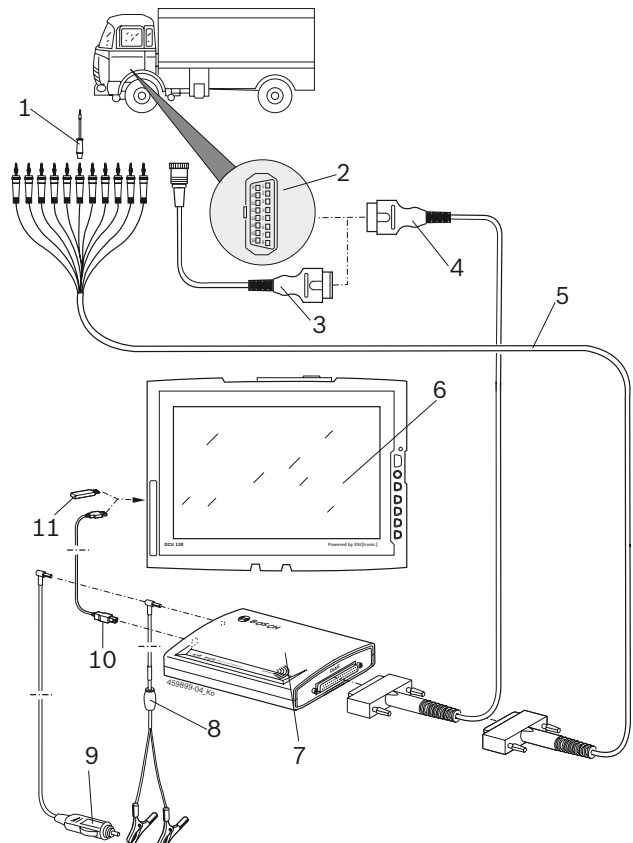

Abb. 3: Anschlussplan KTS Truck
- OBD-Diagnoseleitung (Abb. 3, Pos. 4)
- OBD-Diagnoseleitung und zusätzlich über eine fahrzeugspezifische Adapterleitung (Abb. 3, Pos. 3) (Sonderzubehör)
- Universal-Adapterleitung (Abb. 3, Pos. 5).